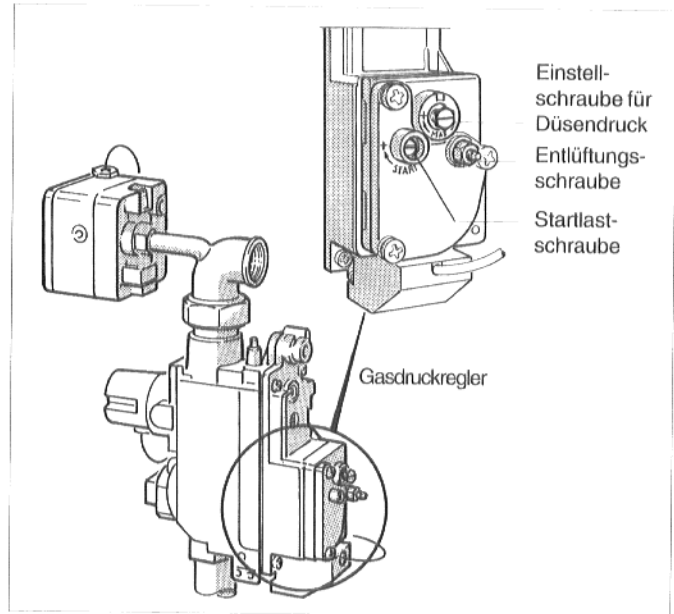

Abb. 36: "Junkers" CE 423 I, Gasdruckregler
- Entlüftungsschraube 1/2 Umdrehung lösen (Abb. 36).
- Stufendruck am U-Rohr-Manometer ablesen und durch Drehen in Plus- oder Minus-Richtung an der Startlastschraube (Abb. 36) auf ca. 4 mbar bei Erdgas, ca. 20 mbar bei Flüssiggas und ca. 1 mbar bei Stadtgas einstellen.
Einstellschraube für Düsendruck (Abb. 36) ganz hineindrehen. Dadurch wird der Druckregler blockiert.
Bei Umstellung von Flüssiggas auf Erdgas muß nun auch Punkt 7 des Inbetriebnahmeprotokolls, das Einstellen der Brennerleistung, durchgeführt werden. Verwenden Sie dazu die Düsendruckmethode. Die Einstellwerte entnehmen Sie bitte Tabelle 9; Einstellschraube siehe Abb. 36.